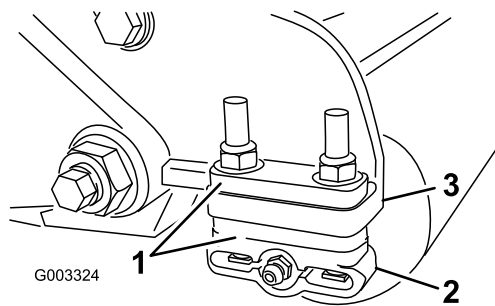

Bild 20
1. Legen Sie die benötigte Anzahl von Distanzstücken unter den Montageflansch der Seitenplatte (Bild 20), um die Halterungen der Heckrolle (Bild 20) auf die gewünschte Schnitthöhe einzustellen, siehe Schnitthöhentabelle.